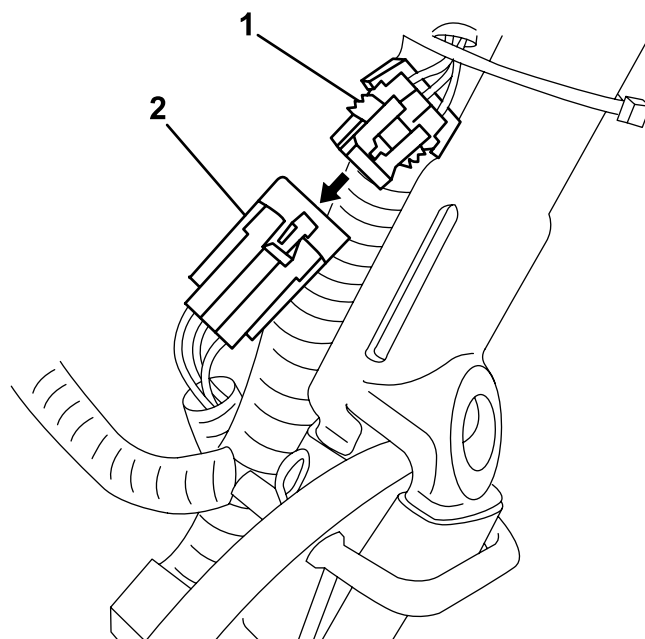

Figura 10
3. Desligue o pequeno conector na bateria da cablagem da máquina na cablagem principal (Figura 10).